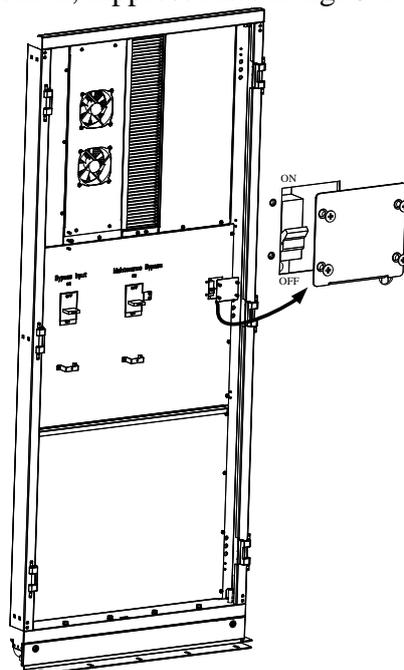

Fig.6-1 Postazione del cavo di neutro interno
16. Collegare il neutro di controllo interno come in fig. 6-1
Il neutro di controllo interno si trova nella parte destra del bypass di manutenzione ed è protetto dalla scheda protettiva, rappresentata in fig. 6-1.